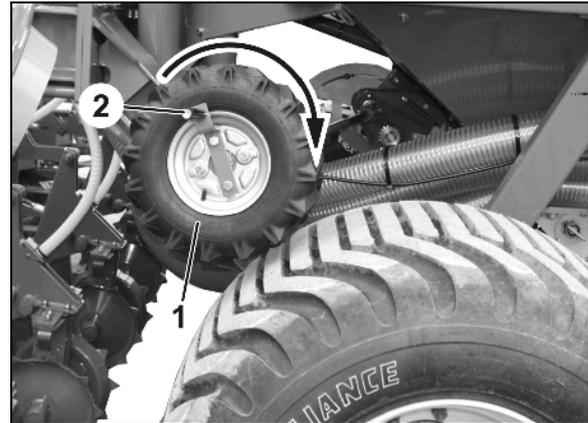

Fig. 100
9. Girar la rueda motriz con la manivela de dispensado (Fig. 100/1) en dirección a la flecha hasta que se llenen todas las cámaras con rodillos dosificadores y se logre un flujo de semillas uniforme en la cuba de giro.
13. Girar la rueda motriz con la manivela de dispensado (Fig. 100/1) en dirección de la flecha.